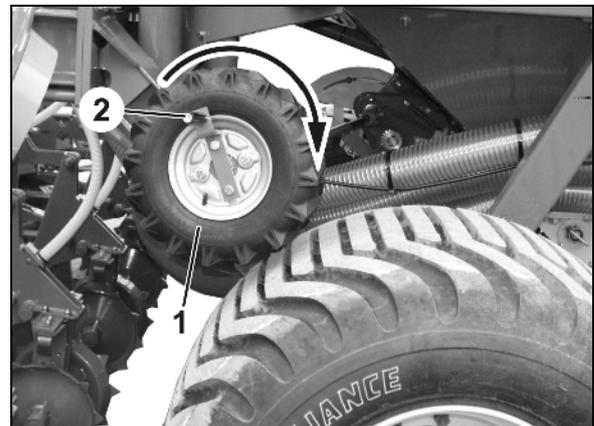

Fig. 125
- Rueda motriz (Fig. 125/1), girar tal y como se hace en la prueba de dispensado en dirección de la flecha tantas veces como haga falta hasta que se hayan vaciado las ruedas dosificadoras y el dosificador por completo.